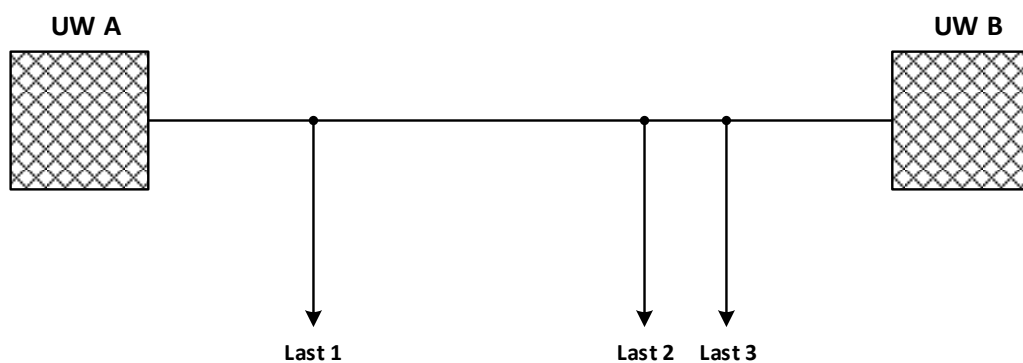

Bild 3: ΔU - und ΔP - Verteilung bei gleichen Speisespannungen
- Eintragen der ermittelten ΔU - und ΔP -Verteilung in das Übersichtsschaltbild **(Bild 3)**